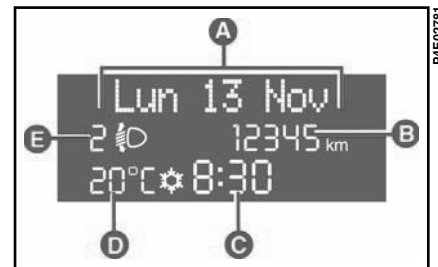

fig. 41
- Reglare luminozitate comenzi anterioare **E-fig. 41**;
- data **A-fig. 41**;
B-fig. 41;
- ceas **C-fig. 41**;
- temperatură exterioară **D-fig. 41**.